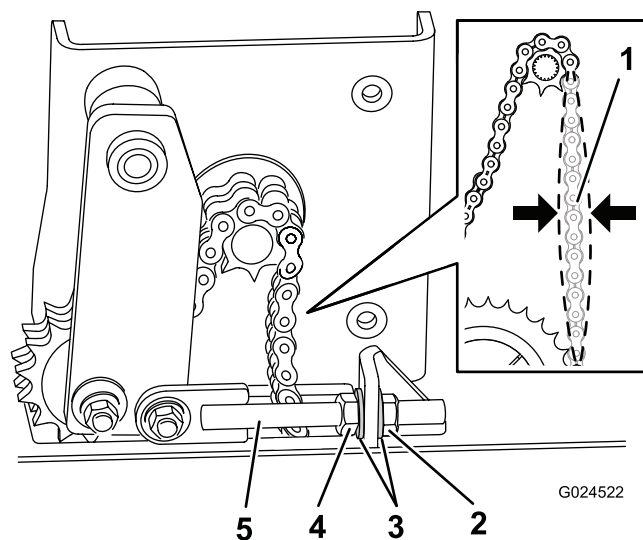

Figura 23
2. Liberte a porca de bloqueio da barra tensora (Figura 23).
3. Ajuste a tensão da seguinte forma (Figura 23):